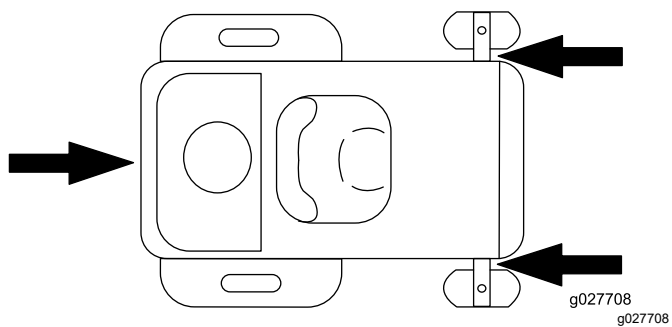

Рисунок 41
6. С помощью строп, цепей, тросов или канатов закрепите машину в точках, расположенных рядом с передними поворотными колесами и на задней части рамы (Рисунок 41). Изучите местные нормативные документы по требованиям к креплению оборудования.